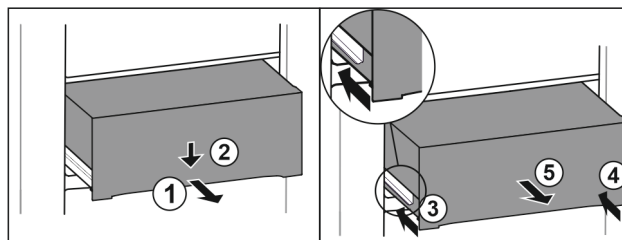

Fig. 146
- Trekk skuffen ut halvveis. Fig. 146 (1)
- Skyv skuffen foran nedover. Fig. 146 (2)
- Sett inn den venstre skinnen ca. 2 cm. Fig. 146 (3)
- Sett inn den høyre skinnen ca. 2 cm. Fig. 146 (4)
- Ta ut skuffen framover. Fig. 146 (5)